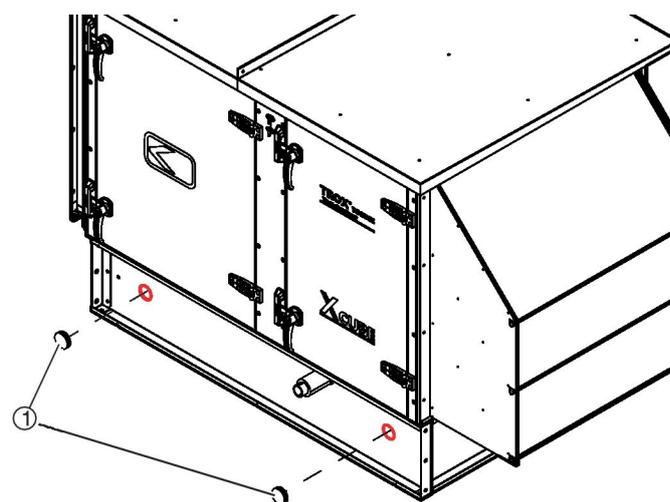

Abb. 21: Stopfen montieren
- Mit den mitgelieferten Stopfen (Abb. 21 /1) die Transportöffnungen im Geräterahmen des RLT-Geräts schließen.